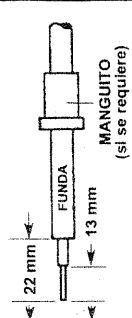

Fig. 3
- Volver a armar el dispositivo (ver la fig. 3):